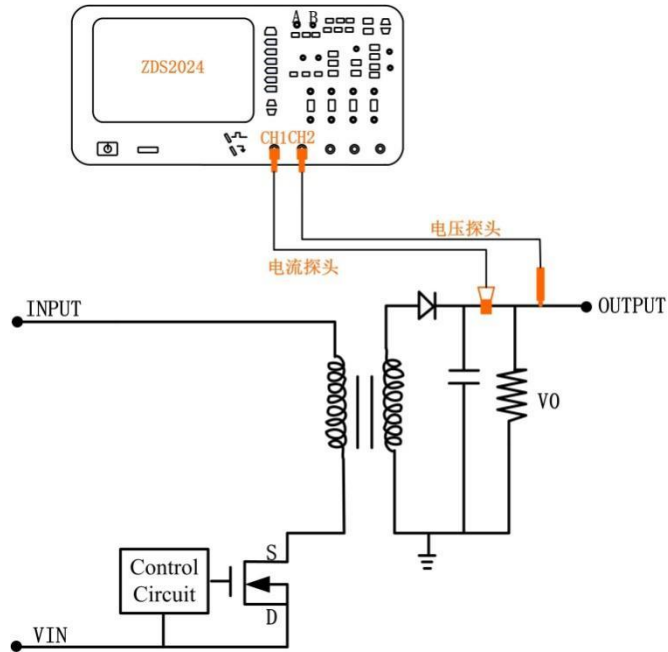

图 7.15 瞬态分析电路连接图
(1)、示波器与探头连接示意图如图 7.15 所示。本次主要测输出负载在电源中的瞬态响应，其中通道 1 接电压探头探头，通道 2 接电流探头。（注意电源电路为断开状态）